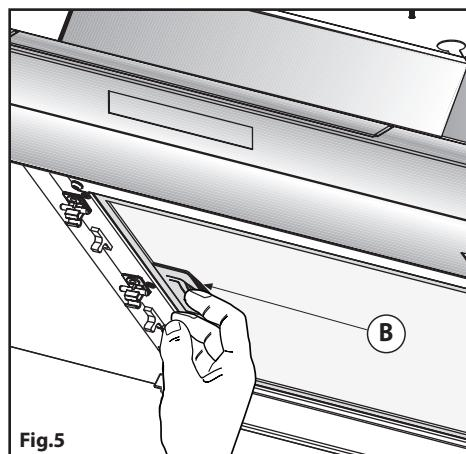

Fig.5
• Prima di procedere con le operazioni di montaggio, per una più facile manovrabilità dell'apparecchio disinserire il filtro antigassoso **B** (**Fig.5**).
Tirare la maniglia **B** come indicato in **Fig.5**.